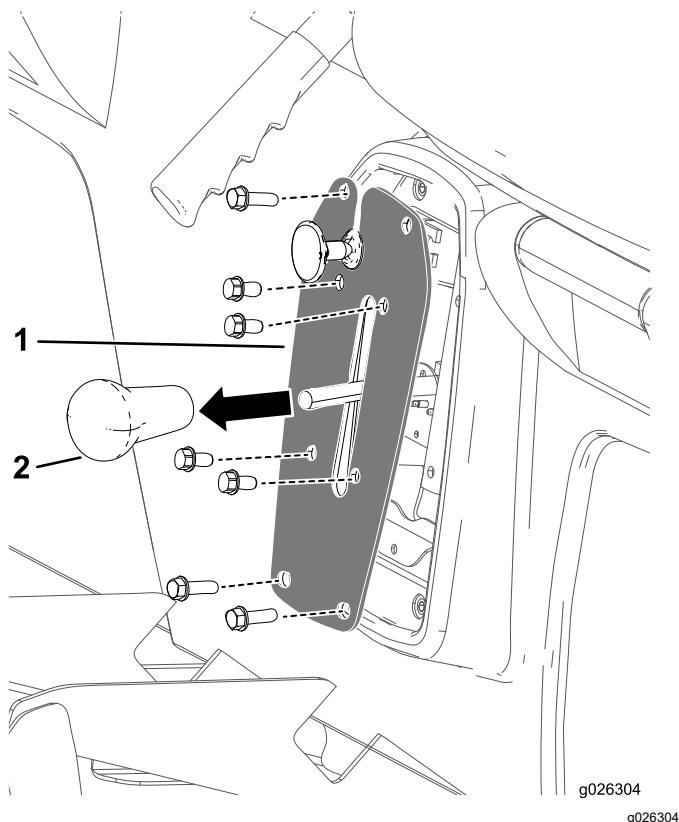

Figura 40
1. Rimuovete la manopola dalla leva del cambio (Figura 40).
2. Rimuovete i 4 bulloni che fissano la piastra del cambio alla staffa del cambio (Figura 40).
3. Rimuovete i 4 bulloni che fissano la piastra del cambio alla base del sedile e rimuovete la piastra del cambio (Figura 40).
4. Avvitare la manopola della leva del cambio e serratela manualmente (Figura 40).